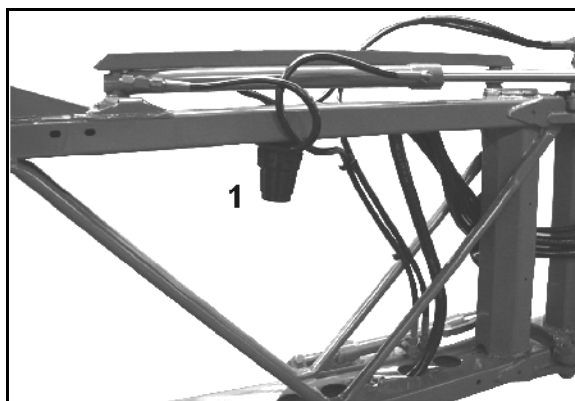

Fig. 178
- Nettoyer le filtre de conduite (Fig. 178/1) tous les 3-4 mois en fonction des conditions d'utilisation.